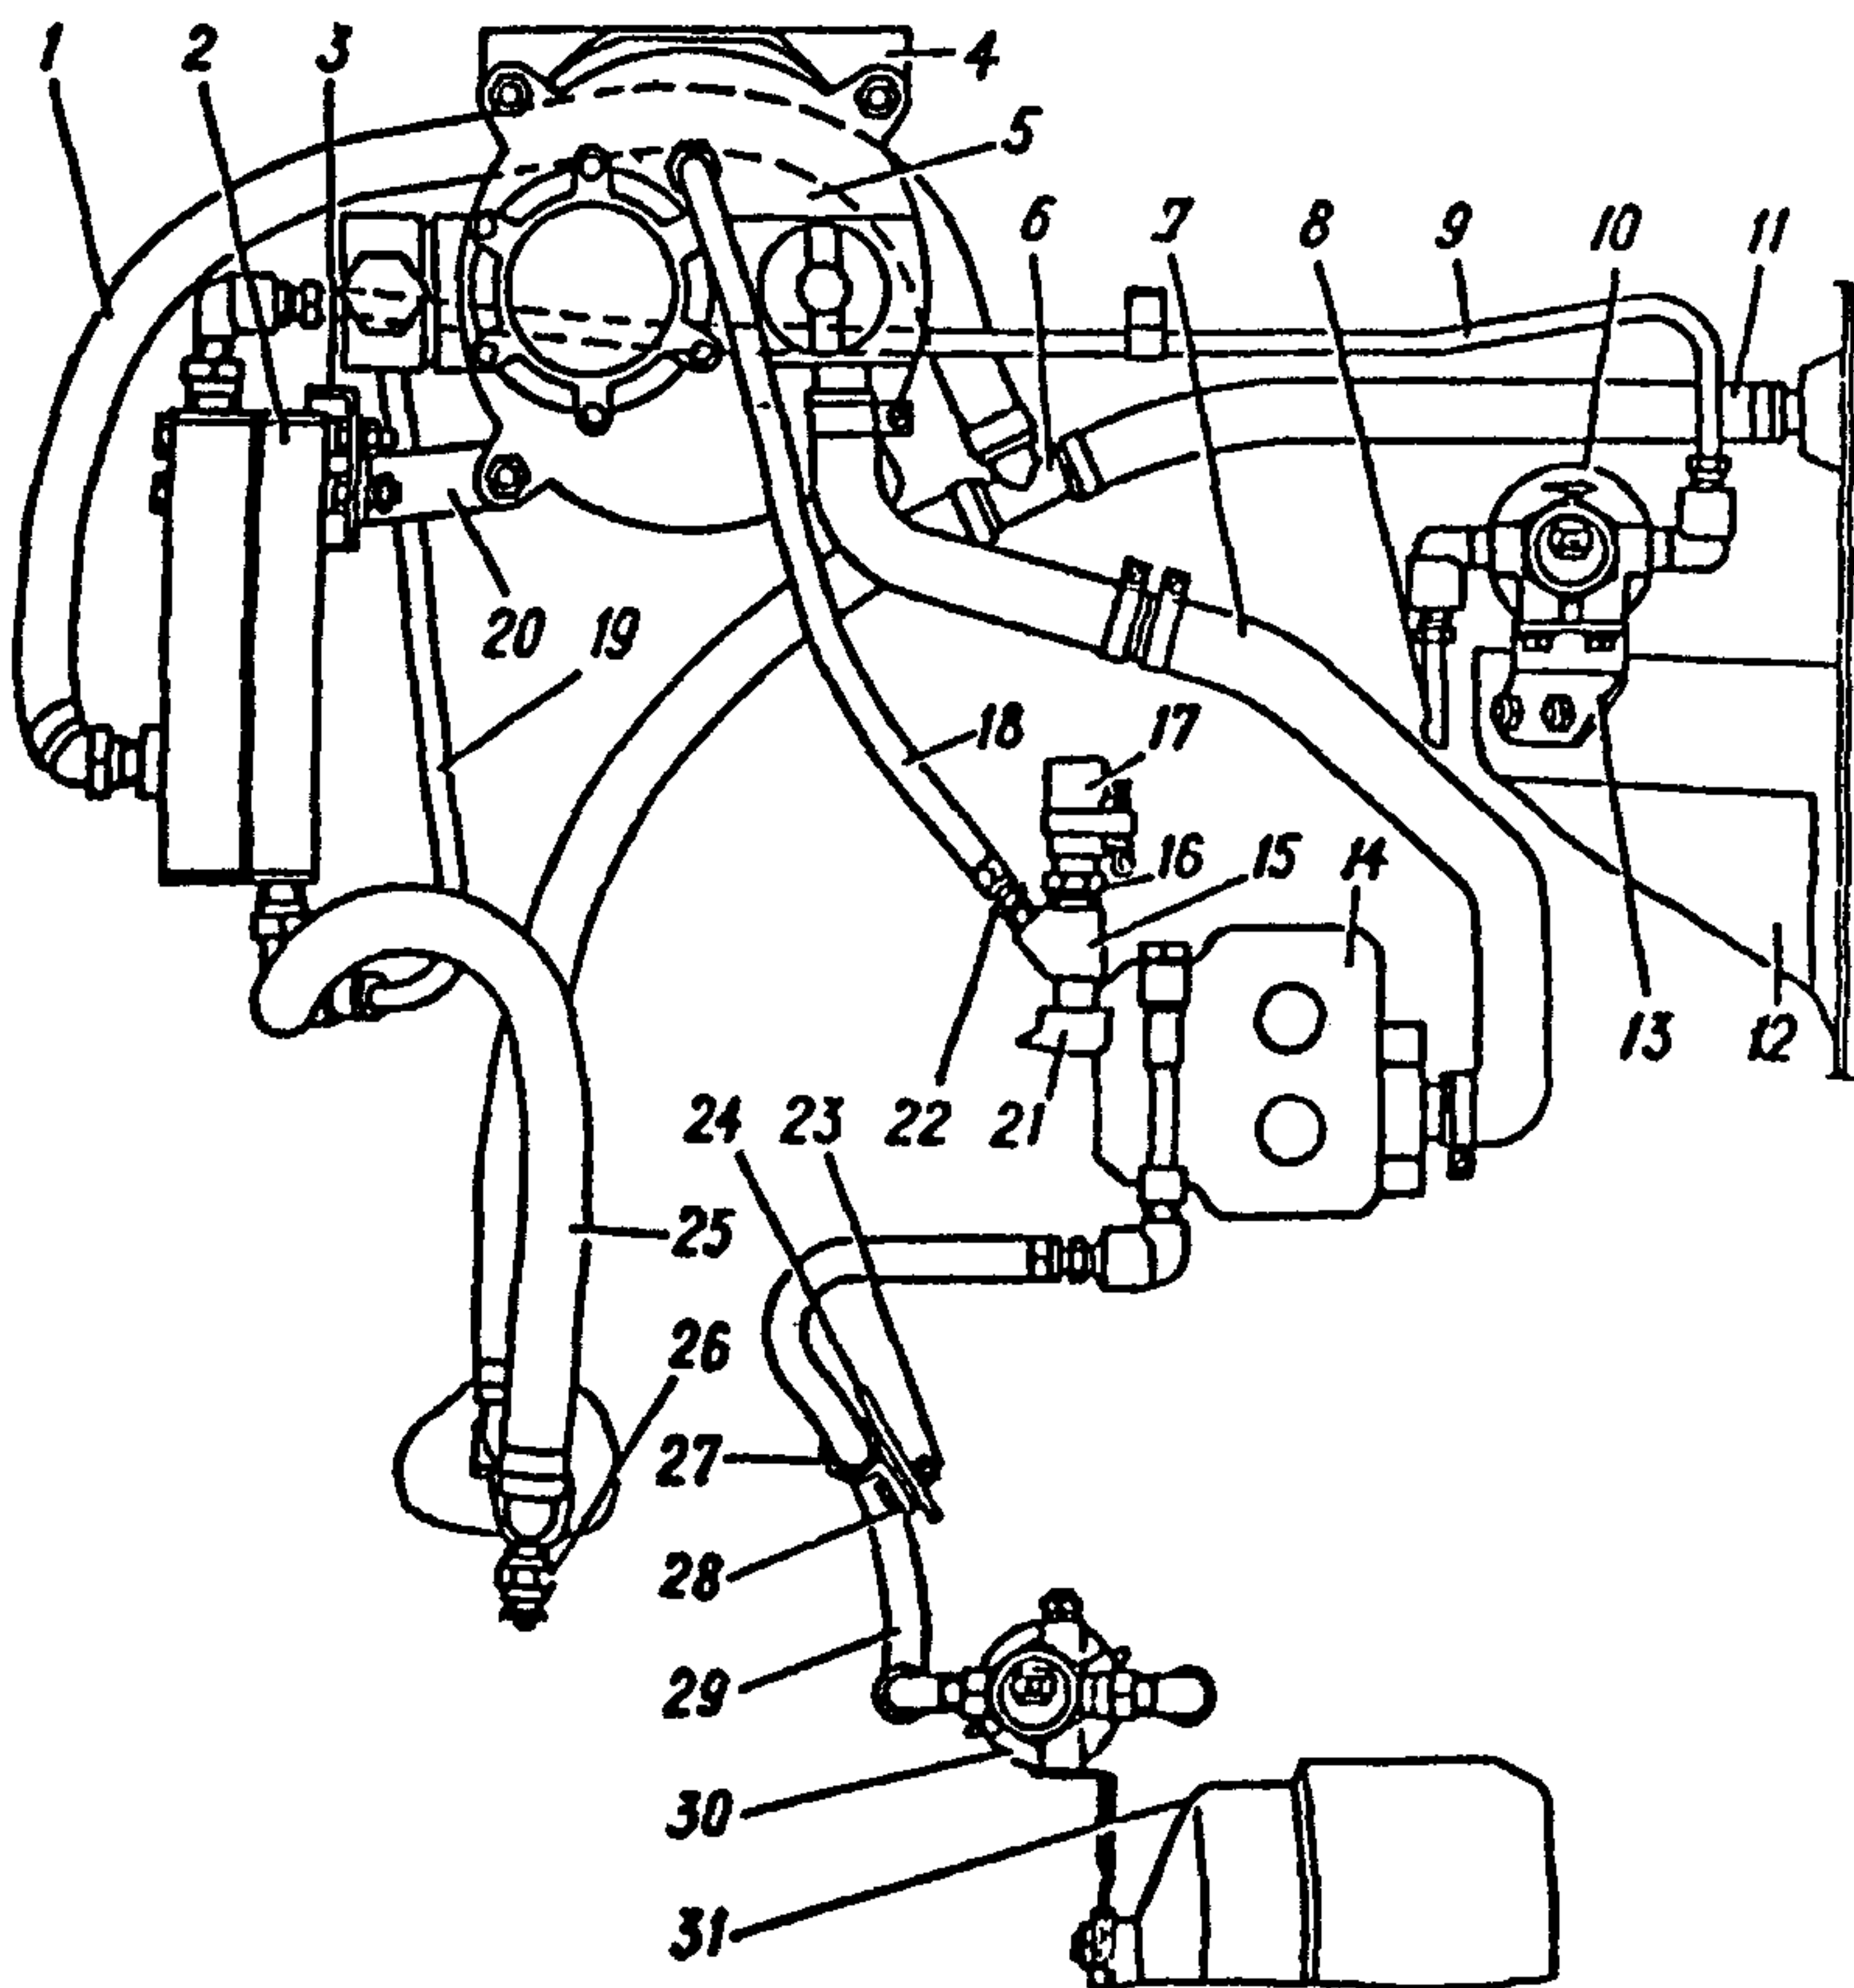

Рис. 5.19 Монтаж газового оборудования в моторном отделении
4) вывернуть из впускной трубы 21 штуцер 16 (рис. 5.19) отбо-
7) закрепить бензиновый фильтр 30 в сборе с электромагнитным клапаном и кронштейном под верхнюю гайку кронштейна вакуумного усилителя 31 тормозов как показано на рис.5.19;